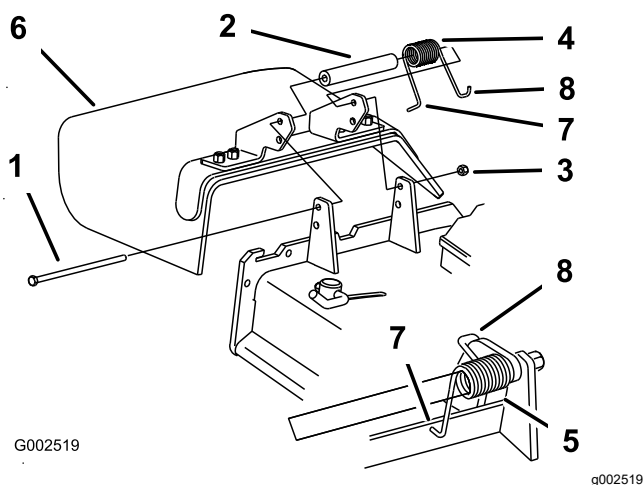

Рисунок 113
1. Снимите контргайку, болт пружину и проставку, удерживающие отражатель на кронштейнах поворота (**Рисунок 113**).
Примечание: Убедитесь, что L-образный зацеп пружины установлен за край деки перед установкой болта, как показано на Рисунок 113.
5. Поместите J-образный зацеп пружины вокруг отражателя травы (Рисунок 113).